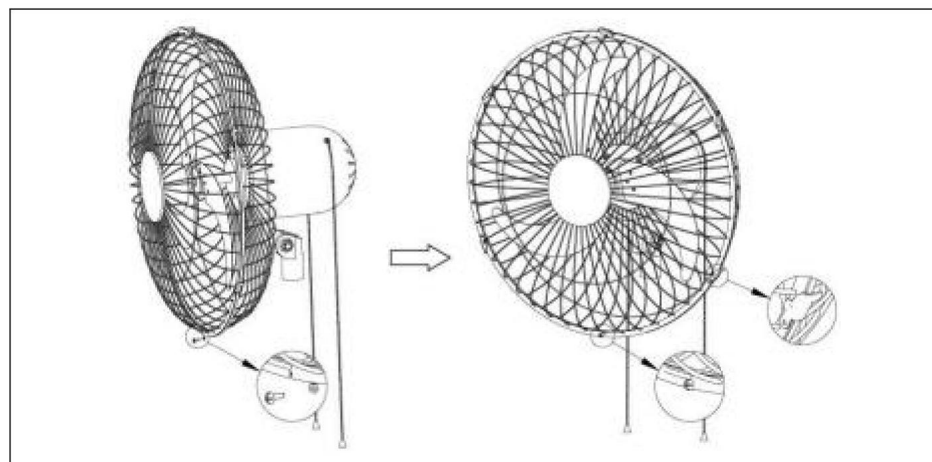

Figure 7.
3). Alignez les trous de vis au bas des grilles avant et arrière, puis fixez les boutons situés en haut du couvercle de la grille avant sur le couvercle de la grille arrière, fixez tous les boutons du couvercle de la grille et enfin verrouillez les vis de sécurité (18). Voir le (Fig.7.)